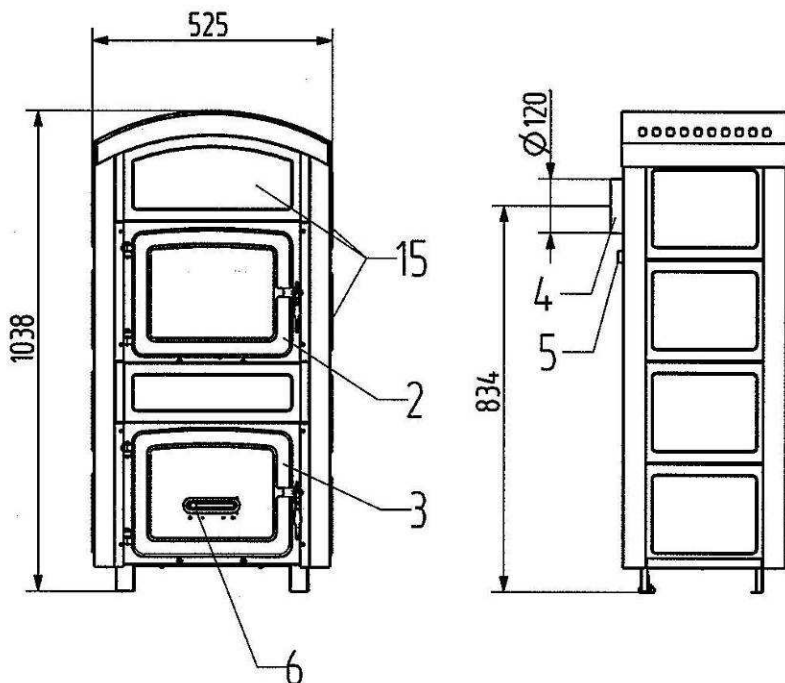

Bild 18
- Bild 18: Stubenofen 109 8 F/A